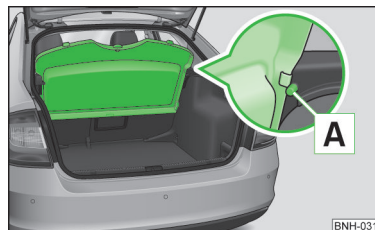

Abb. 77
- Die ausgebaute Abdeckung zwischen die Rücksitzlehne und den Bolzen **A** » Abb. 77 einschieben.